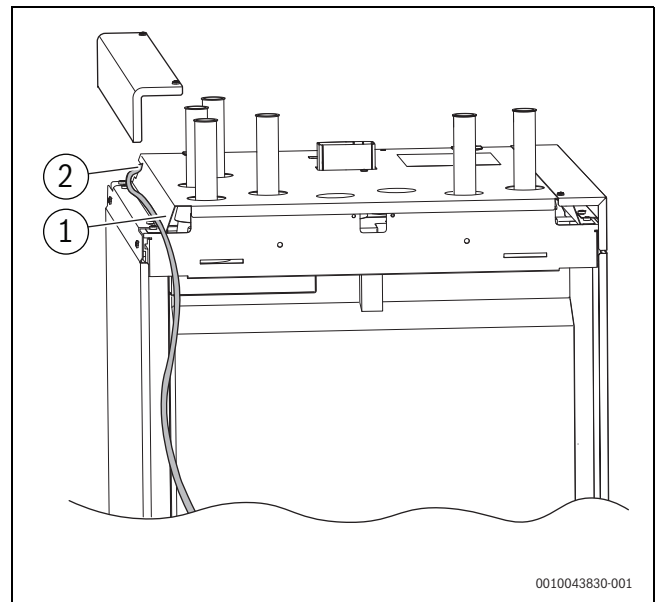

Bild 29 Kabelführung im Gerät
- ▶ Kabel in den Kabelhaltern (→ Bild 29, Pos. [1]) auf der Rückseite der Elektronikbox befestigen und zu den Kabeldurchführungen führen.